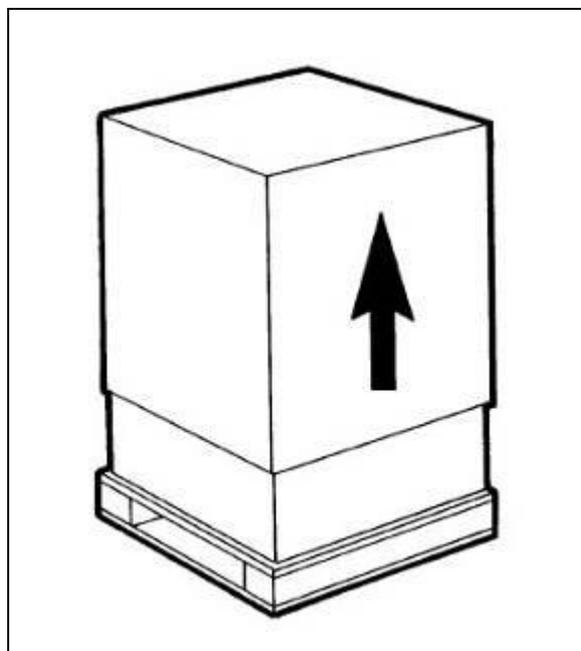

Fig. 13
a) Après avoir retiré l'emballage **en conserver tous les éléments pour le stockage hivernal** et s'assurer de l'intégrité de l'appareil (fig.13).